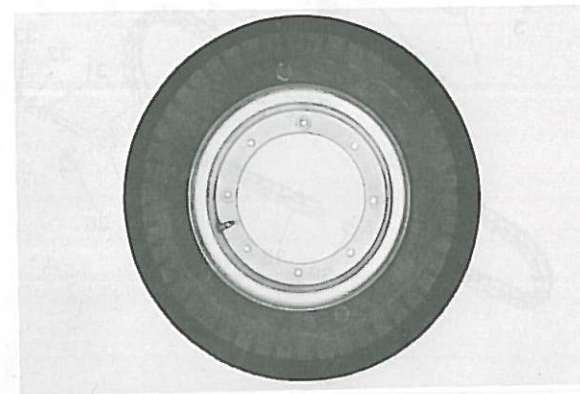

Fig. 5-4-1
3. Remove the eight bolts from the wheel panels, and they can be separated. Now the tire and tube can be removed easily. (Fig. 5-4-1)
3. Enlever les huit boulons de la jante, et séparer les deux moitiés de la jante. On peut alors enlever facilement le pneu et la chambre à air. (Fig. 5-4-1)
3. Nun die acht Befestigungsschrauben der Felgenhälften lösen und die beiden Felgenhälften abnehmen. Reifen und Schlauch können nun einfach entfernt werden. (Fig. 5-4-1)